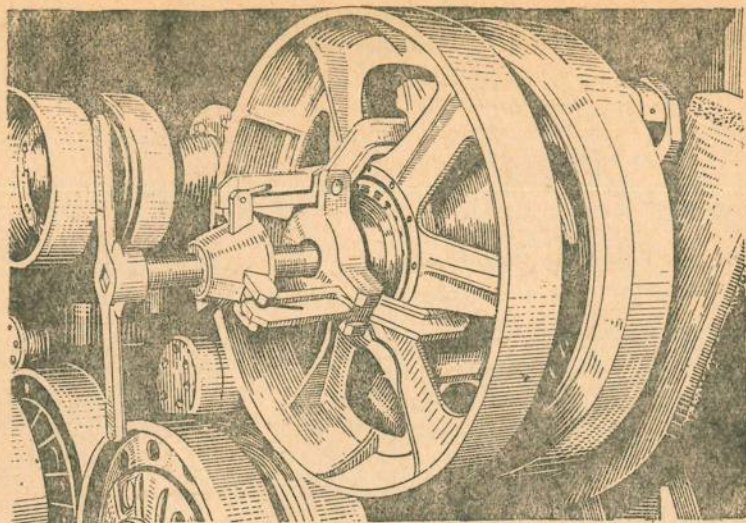

Рис. 50. Снятие ленивца с оси кривошипа при помощи приспособления
4. Застопорить ленивец, слегка подтянуть его при помощи крана-стрелы. Установить приспособление и снять ленивец с кривошипа (рис. 50).